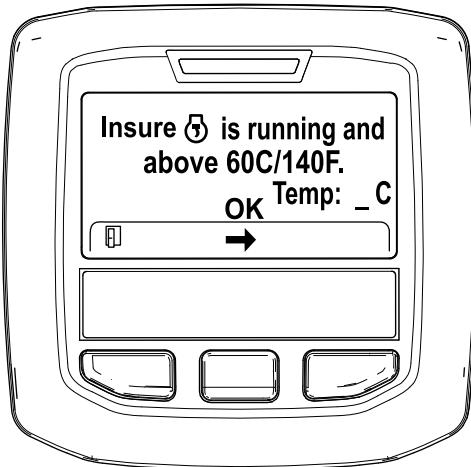

Figura 48
- Se a temperatura do líquido de refrigeração for inferior a 60°C, surge a mensagem “Insure is running and above 60°C/140°F” (Confirme que está a trabalhar e acima de 60°C/140°F) (Figura 48).